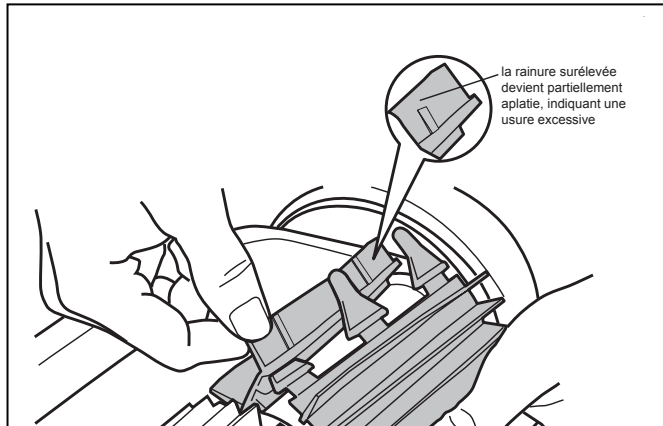

Figure 19. Indicateur de brosse usée
Le nettoyeur est équipé d'une brosse TPE à l'avant. Cette brosse porte des indicateurs d'« usure » (Figure 19). Pour assurer le rendement optimal du nettoyeur, remplacez la brosse dès que l'indicateur d'usure est atteint. Zodiac vous recommande de remplacer les brosses tous les deux (2) ans.